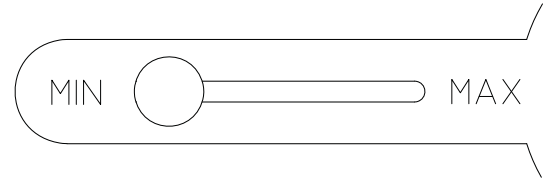

fig. 7
- Zur Aktivierung der Funktion FROSTSCHUTZ Umzug Sie den Knopf "A" (Abb. 1) (Abb. 7) und wählen die Heizleistung durch Drehen des Knopfes "B".
- Para activar la función ANTICONGELACIÓN, empujar la manija "A" (fig. 1) (fig. 7) y seleccione la potencia de calentamiento con la manija "B".